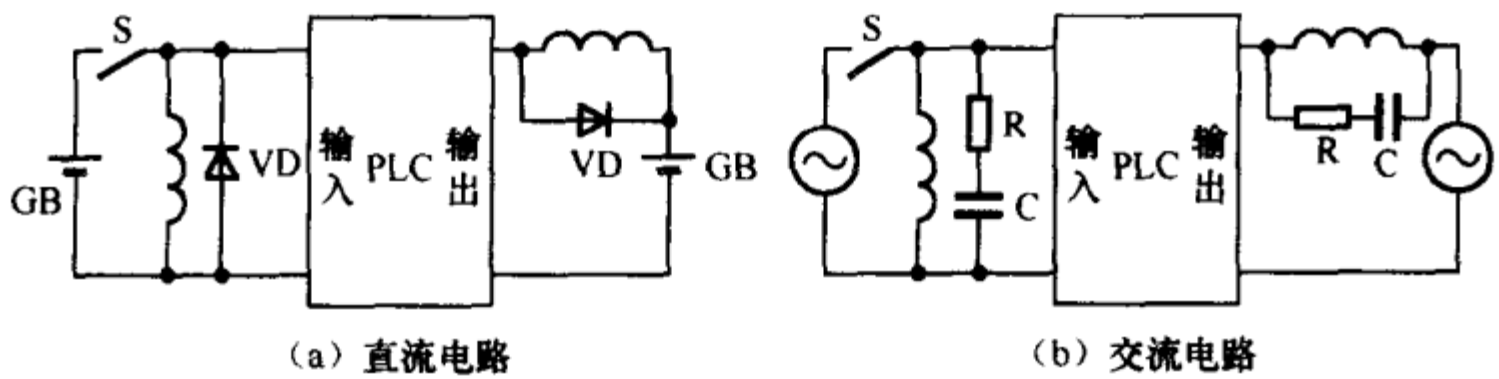

图 70 输入、输出端的接线
(1) I/O 信号线尽量远离(至少大于 10cm)高电压、大电流的主电路导线和电源线。
(2) 当 I/O 信号线不能与主电路导线、电源线分开时, I/O 信号线应采用屏蔽电缆, 且在 PLC 一侧将电缆屏蔽层接地。若效果欠佳, 则可在另一端接地。
(3) 传送模拟信号的屏蔽线的屏蔽层应一端接地。为了泄放高频干扰, 数字信号线的屏蔽层应并联电位均衡线, 其电阻应小于屏蔽层电阻的 1/10, 并将屏蔽层两端接地。如果无法设置电位均衡线, 或只考虑抑制低频干扰, 也可以一端接地。
(4) 输出单元接线需注意直流电源极性。对于继电器输出单元, 对直流电源没有极性的要求; 而对于场效应晶体管输出单元, 对电源极性有严格要求, 一旦极性接反, 可能导致严重事故。
(5) 输入单元的公共端(COM)和输出单元的公共端不能连接在一起。
(6) 所有接线应尽可能短。过长的走线会因分布电容而引起干扰。必要时采用绞线及屏蔽线。
(7) 当 PLC 输入端或输出端接有感性元件时, 应在它们两端并联储流二极管(直流电路)或 RC 电路(交流电路), 以抑制电路断开时产生的过电压对 PLC 的影响, 如图 70 所示。
在图 70 中, 电阻 R 可取 51 ~ 120 Ω 电阻; 电容 C 可取 0.1 ~ 0.47 μF 电容, 其额定电压应大于电源峰值电压; 续流二极管 VD 可选用额定电流为 1A、耐压大于电源电压 3 倍的管子。